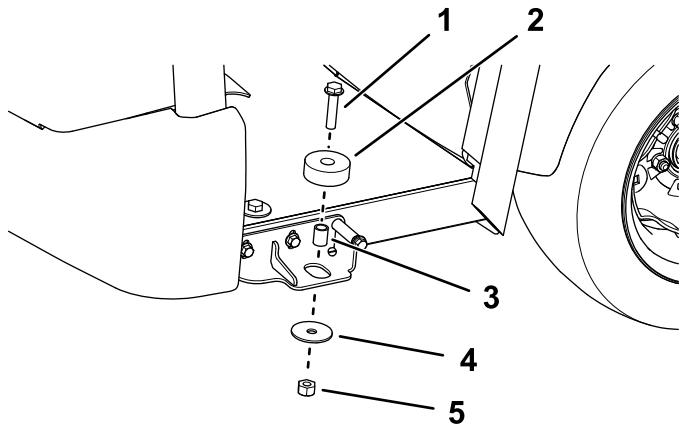

Рисунок 28
6. Установите 2 резиновых изолятора с помощью болта с фланцевой головкой ($\frac{1}{2}$ x $2\frac{1}{4}$ дюйма), прокладки, шайбы и контргайки на каждой стороне (Рисунок 28).